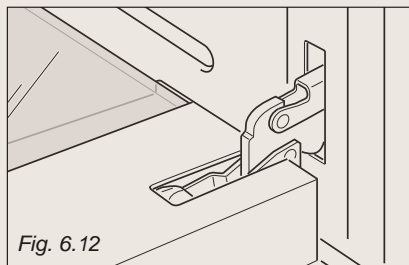

Fig. 6.12
- * Ouvrez la porte à fond (fig. 6.12).